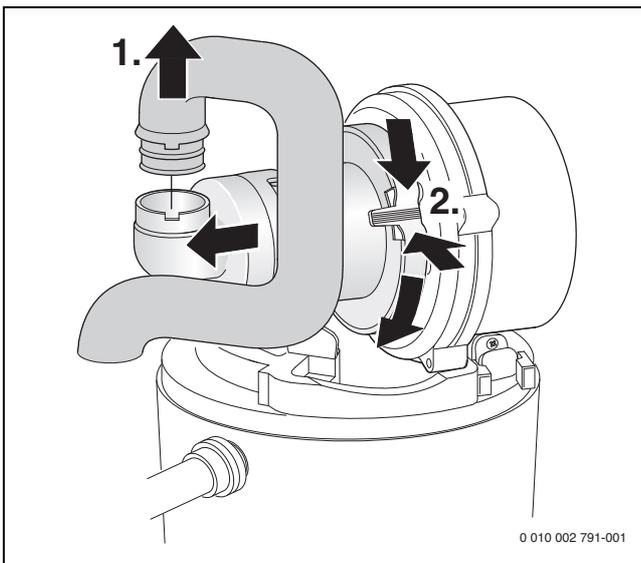

Bild 64 Saugrohr und Mischeinrichtung ausbauen
- ▶ Mischeinrichtung ausbauen (→ Bild 64).